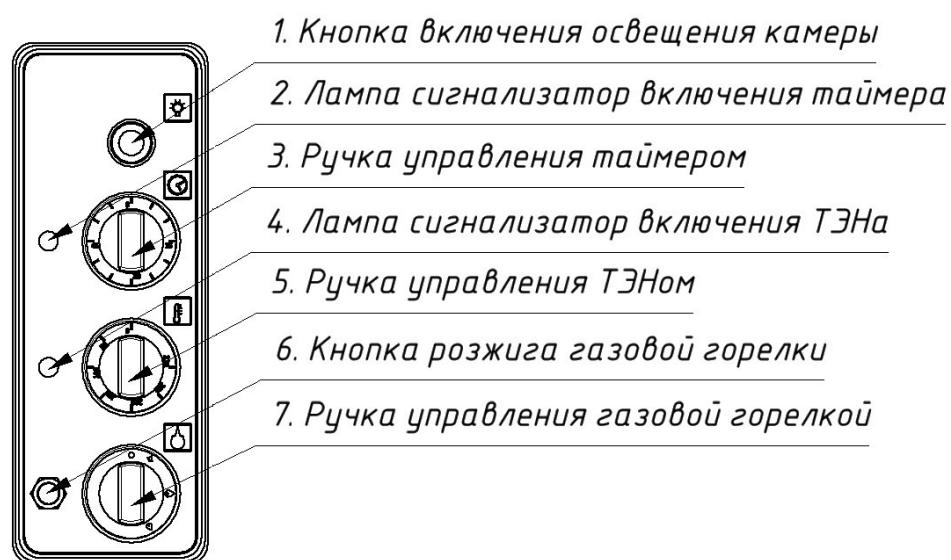

Рисунок 3 – Панель управления комбинированной духовки
5.2. Панель управления комбинированной духовки с элементами управления указаны на рис. 3.
8.8. Включение электрического ТЭНа жарочной камеры производится ручкой поз. 5, рис. 3, расположенными в средней части пульта управления духовки (регулирование бесступенчатое) необходимо установить ручку поз. 5, рис. 3
переключателя в положение, соответствующее требуемой температуре, при этом загорается сигнальная лампа поз. 4, рис. 3. При достижении заданной температуры рабочего объема жарочной камеры нагреватель автоматически отключается и лампа гаснет. При уменьшении температуры ниже заданной, нагреватель включается и цикл повторяется.
8.9. Включение газовой горелки производится при открытой двери духовки. Нажать кнопку розжига (рис.3), не отпуская ее, нажать и повернуть против часовой стрелки ручку крана горелки на наибольшее значение (рис.3), удерживать ее нажатой не менее 20-30сек, для включения в работу термопары газового крана. Визуальный контроль розжига горелок осуществляется через отверстия в дне.
8.10. При выпечке для удобства можно использовать таймер. Для включения таймера нужно повернуть ручку поз. 6 рис. 3 по часовой стрелке до нужного времени выпечки, при этом загорится сигнальный индикатор поз. 2 рис. 3, по истечении установленного времени раздастся звонок и индикатор погаснет.